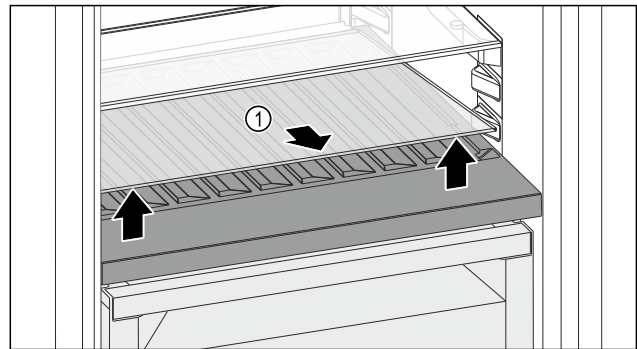

Fig. 96
- ▶ Glasplaat Fig. 96 (1) bij de uitsparing aan de voorzijde optillen en verwijderen.
- ▶ Glasplaat Fig. 96 (1) goed bewaren buiten het apparaat.